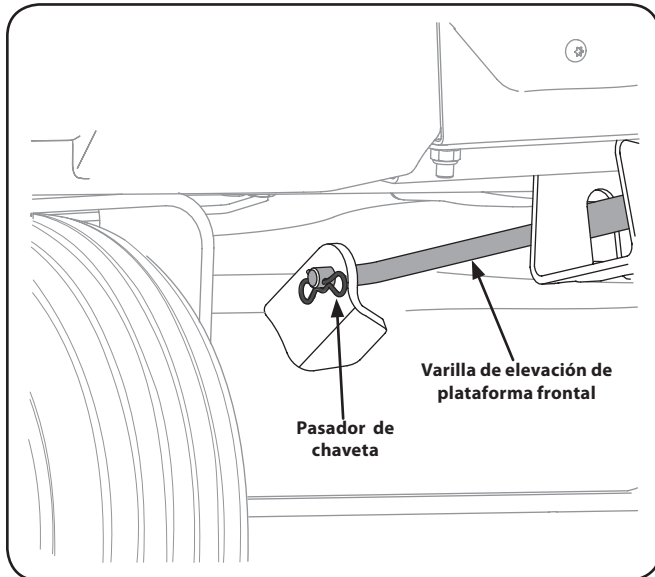

Figura 7-6
6. Tire del pasador de chaveta hacia afuera de la varilla de elevación delantera de la plataforma que la sujeta a la plataforma. Consulte la Figura 7-6. Deslice la varilla de elevación de la plataforma fuera de la ménsula de suspensión frontal.
6. Vuelva a instalar la varilla de elevación delantera de la plataforma y sujétela en su lugar con el pasador de chaveta. Consulte la Figura 7-6.